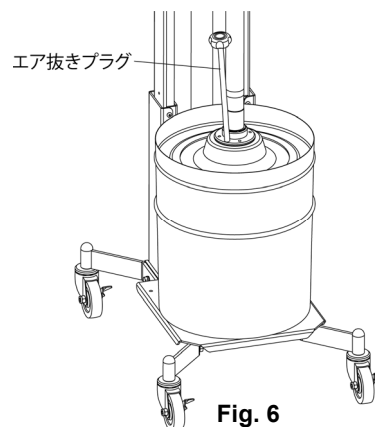

Fig. 6
- 8) リフト昇降バルブのツマミを「加圧」に切り換えてください。グリースがインダクタープレートによって加圧され、エア抜きプラグの穴からグリースが押し出されてきたら、昇降バルブのツマミを「下降」に切り換え、加圧を一時中止し、エア抜きプラグを取り付けてください。(Fig. 6)